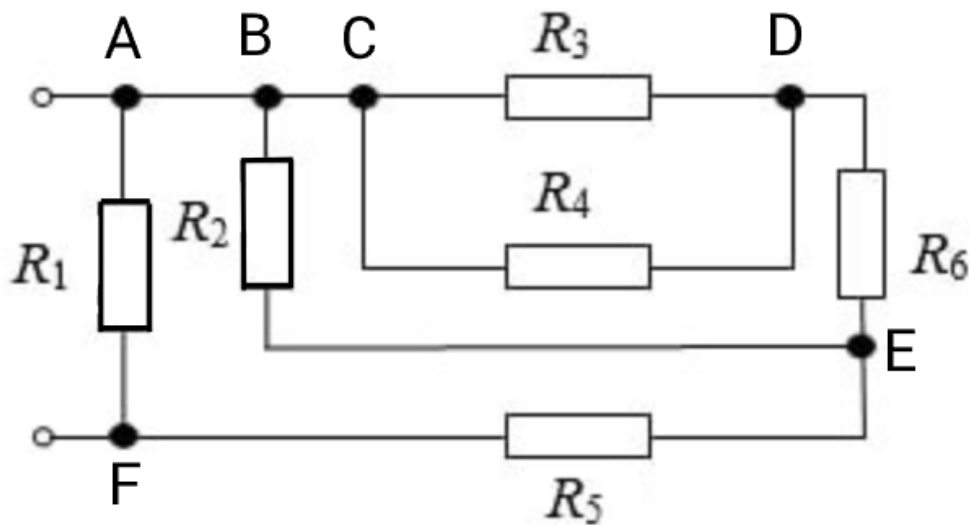

Рисунок 1 — Схема электрической цепи для задания 1
1. Рассчитать эквивалентное сопротивление схемы, определить токи во всех ветвях (вариант 2, рис. 1).